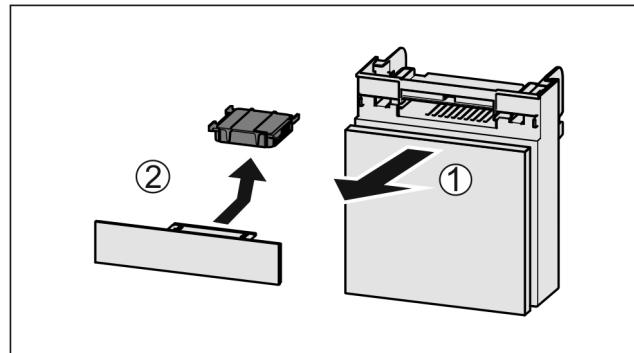

Fig. 50
- Издърпайте Fig. 50 (1) напред отделението.
- Извадете Fig. 50 (2) филтъра с активен въглен.